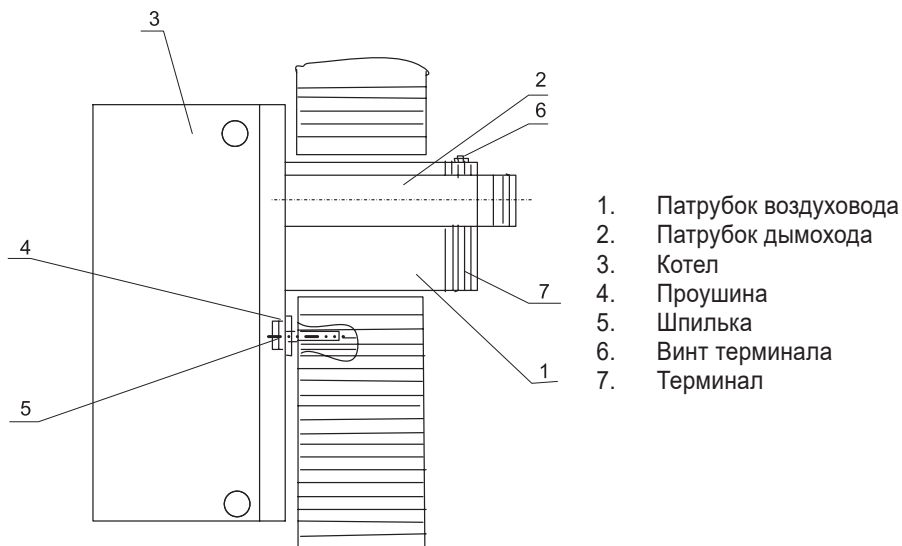

**Рисунок 3. Схема автоматики 630 EUROSIT принципиальная**
- 5.5. Котел укомплектован газогорелочным устройством с термоэлектрической автоматикой регулирования и безопасности CV-30 (Германия) или EUROSIT (Италия). Схема приведена на рис.3. Автоматика имеет стабилизатор давления газа перед основной горелкой, режим «малое пламя» и пьезорозжиг. Автоматика состоит из электромагнитного клапана, термодары, терморегулирующего клапана, манометрического сильфона, капиллярной трубки, термобаллона.
- 7.1. Проверьте, чтобы газовый кран перед котлом был в положении «закрыто». Ручка управления 2 была установлена до упора поворотом по часовой стрелке в позицию «выключено» (●). (рис.3)